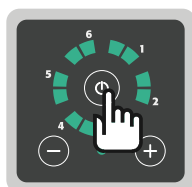

Fig. 13: Be/Ki kezelőgomb
5. Nyomja meg a „Be/Ki” kezelőgombot a kezelőfelületen (Fig. 13).